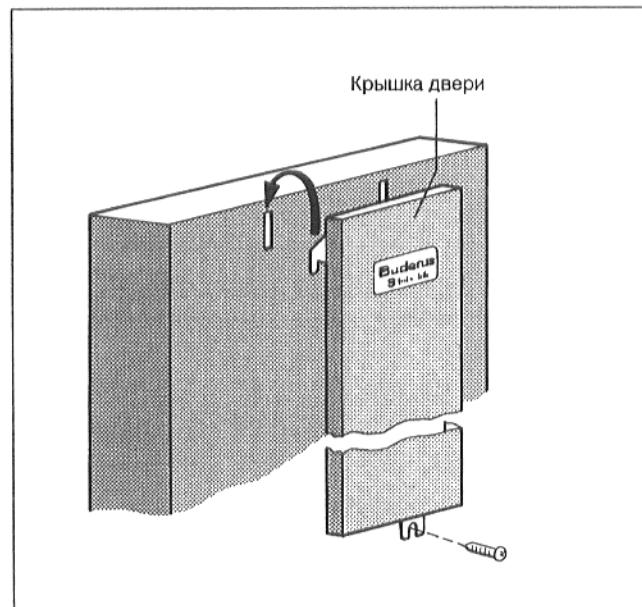

Рис. 19
- Вставить крышку двери котла обоими крюками в щели двери корпуса котла (Рис. 19).
- Плотно привинтить крышку к двери корпуса котла посредством саморезущего винта (Рис. 19).